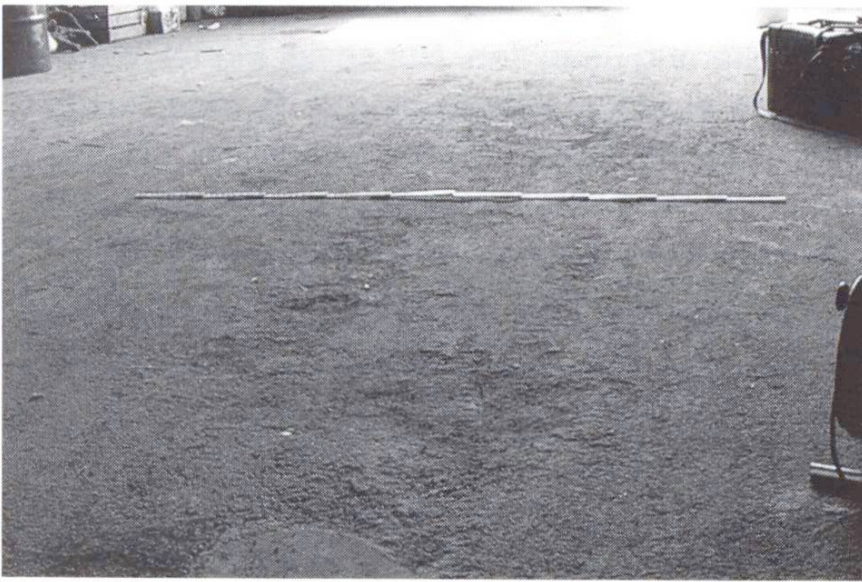

Abb. 2 Zementüberzug in Gewerberaum mit stark beschädigter Oberfläche. Grund: Beanspruchungsgruppe II und falsche Materialzusammensetzung.
Häufigste Schadenarten sind Absanden, Risse und Hohlstellen [4], Beispiele vgl. Abb. 2 bis 4.
**Fotos:** Abb. 2 bis 4 verdanken wir Herrn H.-J. Eppe, c/o Tecnotest, Adliswil.